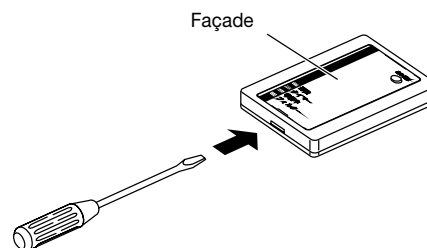

Fig. 3-23
1. Insérez un tournevis à tête plate ou un autre outil similaire dans la rainure située sur le dessous du récepteur. Exercez un effet de levier avec le tournevis pour ouvrir et retirer le boîtier. (Fig. 3-23).